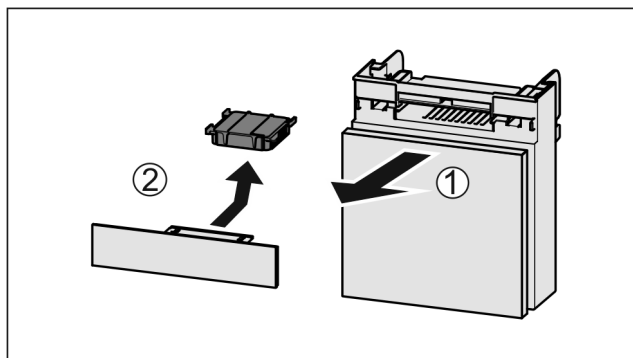

Fig. 138
- ▶ Pretinac izvucite Fig. 138 (1) prema naprijed.
- ▶ Izvadite filter s aktivnim ugljenom Fig. 138 (2).